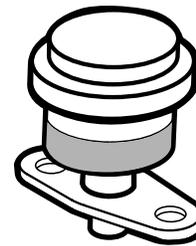

Figure 51
Faites l'entretien du préfiltre du filtre à air uniquement quand l'indicateur de colmatage (Figure 51) indique que cela est nécessaire. Changer le filtre à air prématurément ne fait qu'accroître le risque de contamination du moteur par des impuretés quand le filtre est déposé.
1. Contrôlez l'indicateur de colmatage du filtre. Si l'indicateur est rouge, le filtre à air doit être remplacé (Figure 51).